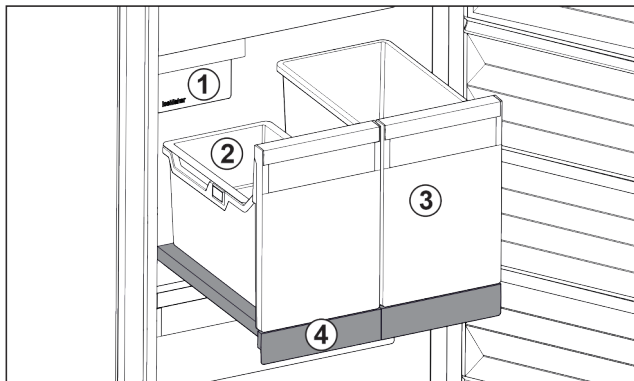

Fig. 83 Изтегляща се дъска с IceTower
- (1) IceMaker
- (2) Окачваща се поставка за ледени кубчета
- (3) Съд за напр. пица, алкохолни напитки
- (4) Изтегляща се дъска
Върху изтеглящата се дъска има два високи съда (IceTower). В съда Fig. 83 (2) се събират и съхраняват ледени кубчета от IceMaker. Съдът Fig. 83 (3) е подходящ за съхранение на високи хранителни продукти като пици или алкохолни напитки.